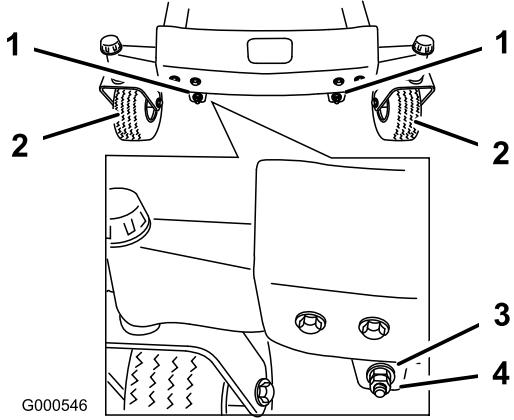
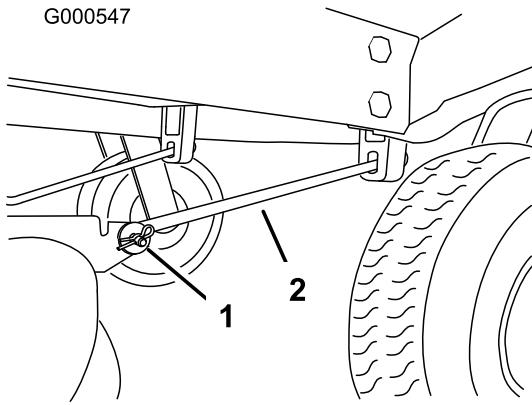

Figure 56
Figure 57
11. Pour régler l'inclinaison avant/arrière des lames, retirez les contre-écrous et tournez les écrous de réglage à l'avant du plateau de coupe (Figure 56).
13. Après avoir réglé uniformément les écrous, contrôlez de nouveau l'inclinaison avant/arrière. Poursuivez le réglage des écrous jusqu'à ce que la pointe avant de lame soit de 1,6 à 7,9 mm plus bas que la pointe arrière (Figure 56).
**Remarque:** Après avoir réglé les écrous de réglage, vérifiez qu'aucune des tiges de support ne présente de jeu (Figure 57). Serrez l'une ou l'autre pour supprimer le jeu (Figure 56).
4. Retirez la goupille fendue et l'axe de chape de la tige de support avant de chaque côté du plateau de coupe (Figure 57).
8. Fixez les tiges de support avant à la machine à l'aide des axes de chape et des goupilles fendues (Figure 57).